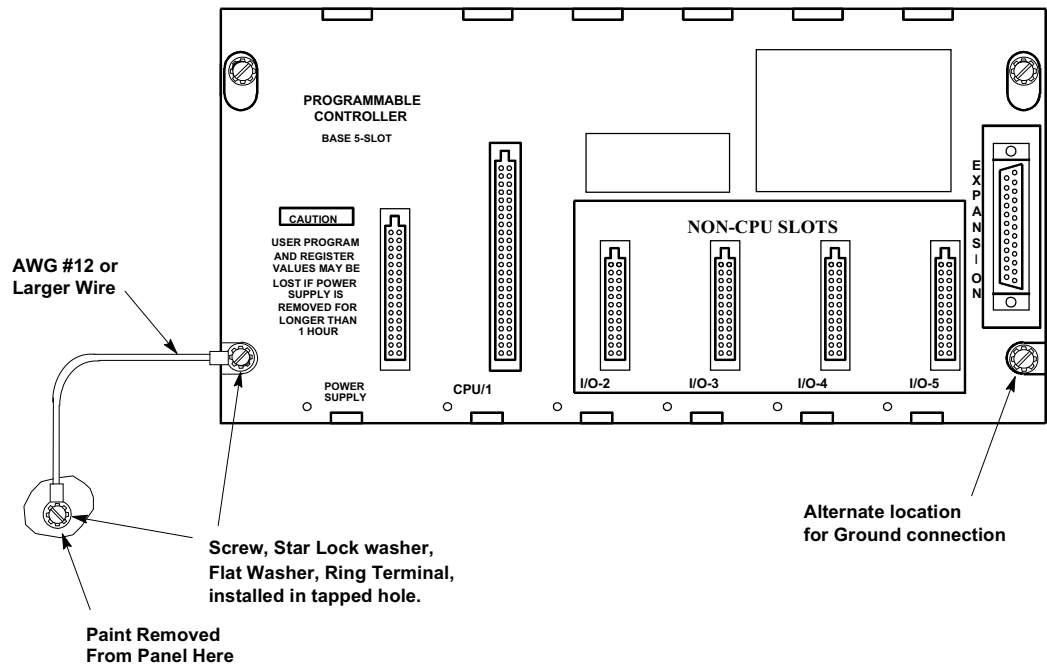

图 2-11. 基板接地
安装有 PLC 基板的 19 英寸机架应该依照“基板安全接地”部分的指南接地，如前图所示(图 2-11)PLC 基板使用单独接地线。
- 如果使用凹型安装的适配器托架(**IC693ACC313**)，接地线应该如图 2-11 所示安装，将地线附在凹型安装的适配器托架上。附加的地线连接适配器托架到安装在 19 英寸机架上的固定底盘地，使用相同或同等硬件和去除油漆后的配置，如图 2-11 所示。
- 如果使用表面安装的适配器托架，(**IC693ACC308**)，接地线应该按照图 2-11 所示从基板引线，到 19 英寸机架的固定底盘地。使用相同或同等硬件和去除油漆后的配置，如图 2-11 所示。